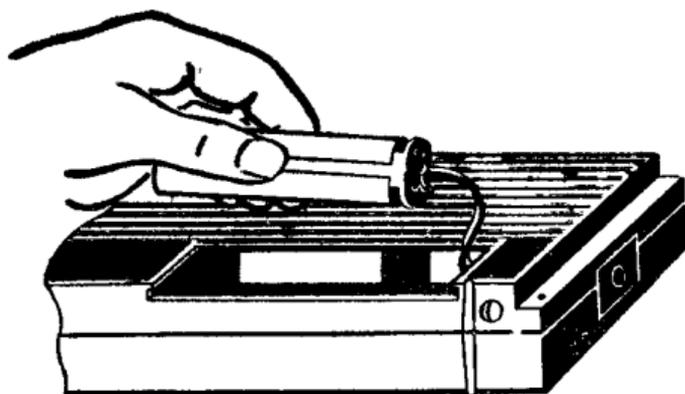

Рис. 3. Установка кассеты с элементами в приемник
- установить кассету, как показано на рис. 3;